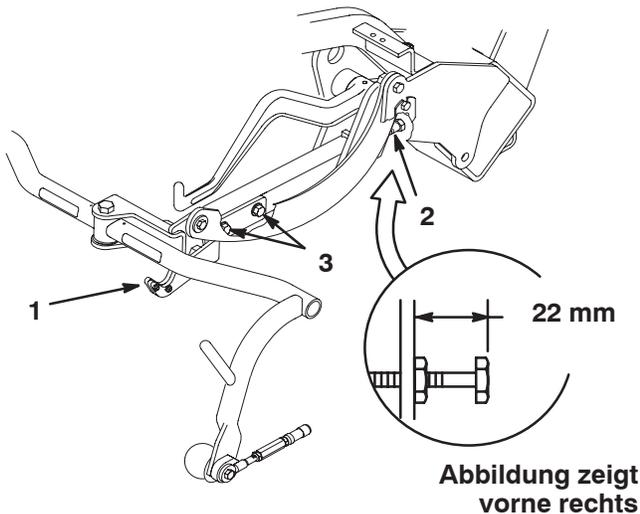

Bild 21
Prüfen Sie die Transporthöhe (Bild 21) und stellen Sie sie ggf. folgendermaßen ein:
2. Stellen Sie sicher, dass der Abstand zwischen dem oberen Ende der Einstellschraube des Trägerrahmens (Bild 21) und dem Heck des Trägerrahmens 22 mm beträgt.
3. Lockern Sie die Befestigungsschrauben der Transportplatte (Bild 21).
6. Wenn die Trägerrahmen nicht dieselbe Höhe aufweisen, lösen Sie die Klemmutter an der Einstellschraube des Trägerrahmens (Bild 21). Drehen Sie die Schraube raus, um den Trägerrahmen anzuheben, oder drehen Sie die Schraube rein, um ihn abzusenken. Ziehen Sie die Klemmutter fest, wenn Sie die richtige Höhe eingestellt haben.